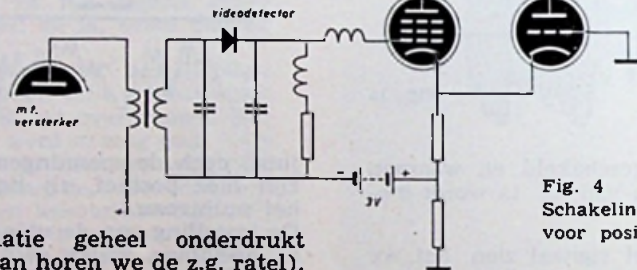

Fig. 4
De instelling van de video eindbuis en de beeldbuis, welke gelijkspanninggekoppeld zijn, verandert hierdoor drastisch. Nog erger is, dat ook de AVR geheel in de war geraakt omdat de katodespanning van de video eindbuis hoger is geworden. Door in de schakeling van fig. 4 de videodetectorkring in zijn geheel op een lager spanningsniveau te leggen, zou de ontvanger weer normaal kunnen werken.
- gehele videodetectortrap op een negatieve spanning van ca. 3 volt leggen (fig. 4).